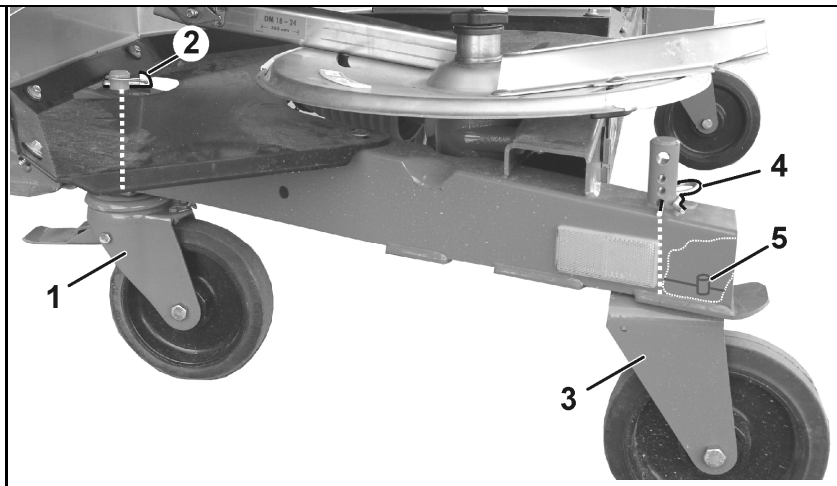

图 40
5. 可转向的前刹车轮 (图 40/1)
- 安装并用制轮楔 (图 40/2) 固定，
6. 固定的后轮 (图 40/3)
- 安装并用弹簧插销 (图 40/4) 固定在最低孔中，
安装固定式脚轮时，确保销栓（图 40/5）穿过框架上的孔，从而使脚轮保持纵向。